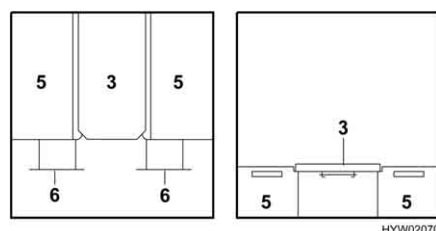

Fig. 91 Durante la trasformazione
- Estrarre la prolunga del cassone letto (Fig. 91,6).
- Collocare il piano del tavolo (Fig. 91,3) tra i due cassoni letto (Fig. 91,5).